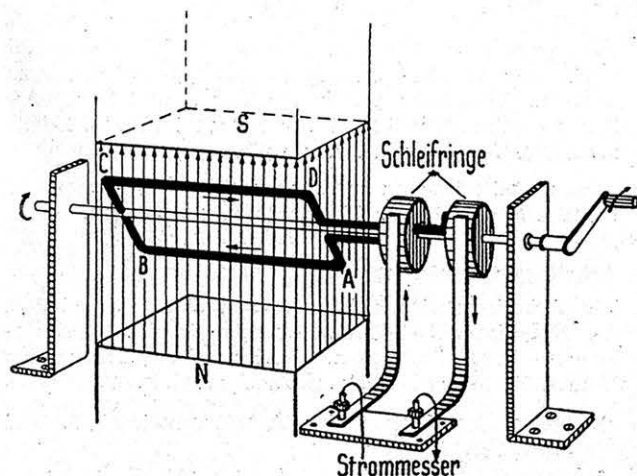
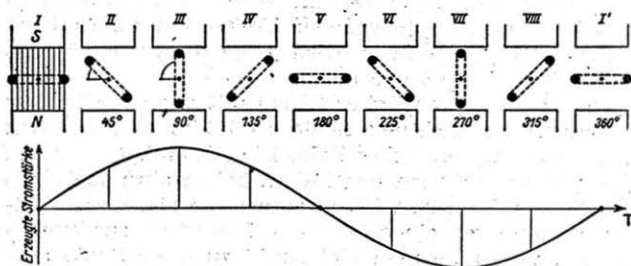

Abb. 5. Einfaches Modell eines Generators
Abb. 6. Die Entstehung des Wechselstromes
Wenn wir jetzt mit der Betrachtung des Generators beginnen, so erinnert Euch dessen, was oben über die Induktion gesagt wurde. Darauf müssen wir aufbauen. Im Generator wird eine Leiter, der zu einer großen Spule auf einen Eisenkern, den sogenannten Anker, gewickelt ist, in einem Magnetfeld gedreht. Am Anfang stellten wir fest, daß die Kraftlinien des Magnetfeldes eine bestimmte Richtung haben. Der elektrische Strom hat auch — wie bekannt — eine bestimmte Richtung. Wenn wir nun die Spule drehen, die in Abb. 5 als Drahtschleife dargestellt ist, so bewegt sich
das Drahtstück CD (Abb. 5) einmal in der Richtung der Magnetlinien und dann gegen die Richtung der Magnetlinien. Durch diesen Richtungswechsel der Spule — denn mit dem Drahtstück auf der anderen Seite verhält es sich genau so — wechselt auch der induzierte Strom in der Spule seine Richtung. Einen solchen Strom nennen wir Wechselstrom. Würden wir diesen Strom graphisch, d. h. zeichnerisch darstellen, so würden wir eine regelmäßige Schlangenlinie, die sogenannte Sinuskurve, erhalten. Im einzelnen seht Ihr die Darstellung des Wechselstromes in Abb. 6.
Von dieser Kurve wurde auch das Zeichen für Wechselstrom  $\sim$  abgeleitet. Einer vollen Umdrehung der Spule entspricht — wie Ihr in Abb. 6 seht — eine ganze Welle.
Die Wissenschaftler verstehen — und wir müssen, wenn wir die Wissenschaft meistern wollen, auch die wissenschaftlichen Bezeichnungen kennenlernen — unter der Wellenlänge des Wechselstromes die Strecke auf der Zeitachse (T in Abb. 6) vom Anfang der Wellenbewegung bis zu ihrem Ende und kürzen sie mit  $\lambda$  (sprich „Lambda“) ab.
S. 25 und 26: Die Unterschriften zu den Abb. 4 u. 6 wurden verwechselt. Streiche Abb. 15 und setze dafür Abb. 5.